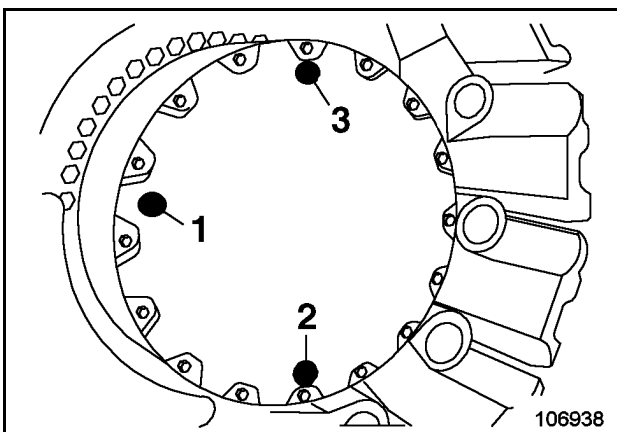

Fig. 3-104:
- Desplazar la máquina hasta que los tornillos de cierre (1, 2 y 3, Fig. 3-104:) se encuentren en la posición mostrada.
- Desenroscar el tornillo de control (1).